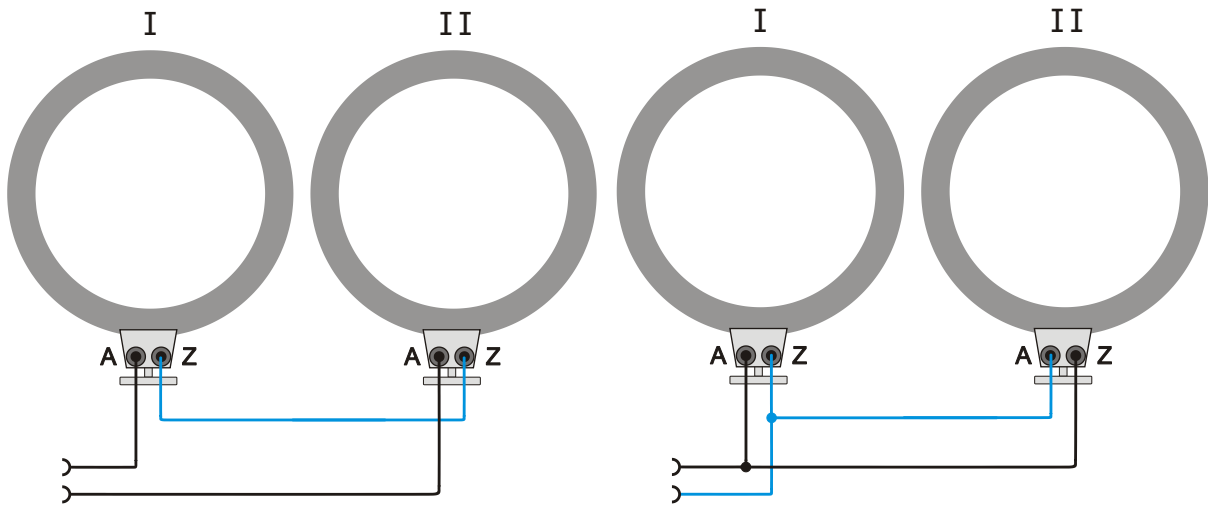

Fig. 3.1 Conexión en serie
- Para la configuración en serie, se debe conectar el clavijero Z de la bobina 1 al clavijero Z de la bobina 2 (véase fig. 3.1).